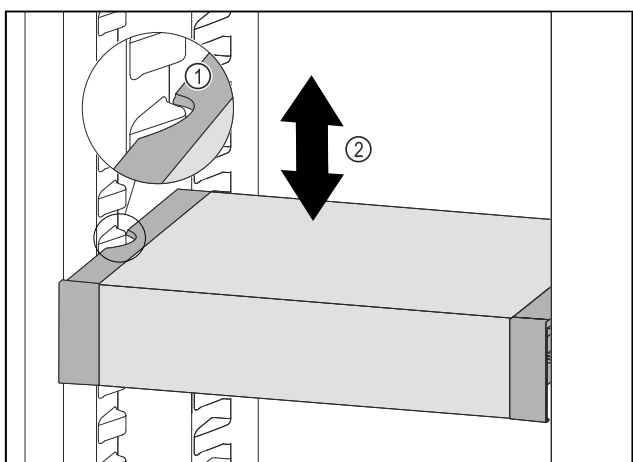

Fig. 75
- ▶ Táhněte VarioSafe dopředu, dokud nebudou boční vybrání VarioSafe na úrovni žebrování na nádoby v chladničce. Fig. 75 (1)
- ▶ Posouvejte VarioSafe v chladničce nahoru nebo dolů, dokud nedosáhnete požadované výšky. Fig. 75 (2)